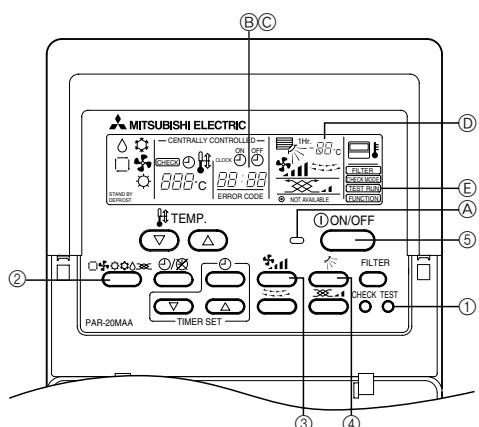

Fig. 6-1
6. Prueba de funcionamiento (Fig. 6-1)
| 6. Prova di funzionamento (Fig. 6-1) | 49 |